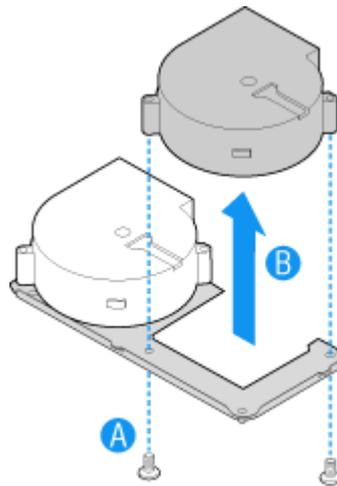

Figure 133: Retrait du ventilateur de son support
9. Retournez le support et retirez les deux vis permettant de fixer le ventilateur défectueux sur le support. Reportez-vous à la lettre 'A' dans la Figure 133.